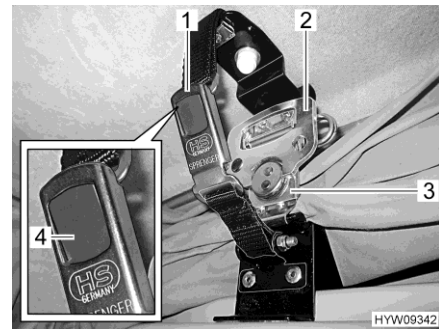

Fig. 26 Bloqueo, techo abatible en la parte delantera (C 500)
- Abrir el cierre de hebilla (Fig. 26,1) en ambos lados. Para ello, pulsar el pulsador gris (Fig. 26,4).
- De cada lado, plegar el asidero (Fig. 26,2) del cierre rápido (Fig. 26,3) hacia fuera y girar media de vuelta en sentido contrario a las agujas del reloj. Con ello, se ha soltado el bloqueo.